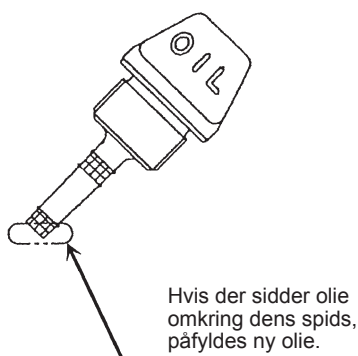
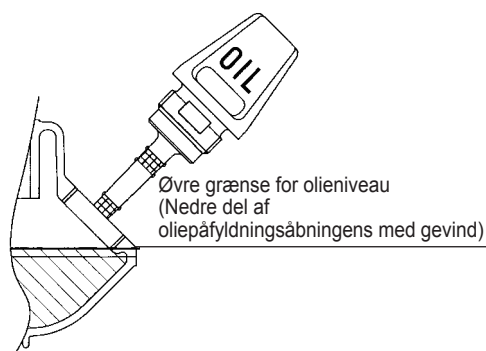

Fig. 1
Fig. 2
- Med motoren holdt vandret, fjern oliemålerpinden og kontroller at olien er fyldt op til mellem de øvre og nedre grænsemærker. Når der mangler olie på maskinen, sådan at oliemålerpinden kun rører ved olien med spidsen, især med oliemålerpinden indsat i krumtaphuset uden iskruning (Fig. 1), påfyldes ny olie til op i nærheden af åbningen (Fig. 2).
(1) Hold motoren vandret og fjern oliemålerpinden.
(2) Fyld olie op til kanten af oliepåfyldningsåbningen. (Se Fig. 2).